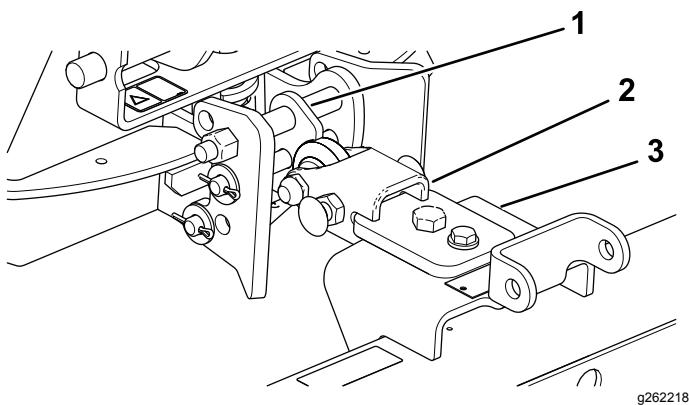

Bild 11
1. Montieren Sie die Anhängervorrichtung so, dass die abgewinkelte Seite oben liegt (Bild 11).
2. Montieren Sie die Deichsel an der Oberseite des Hängeprofils (Bild 11).